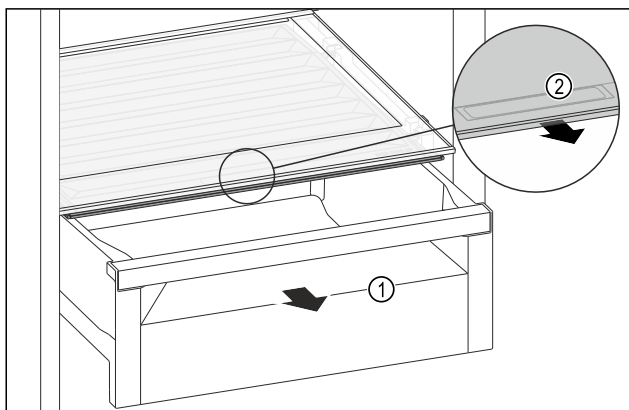

Fig. 206
- Trekk ut skuffen Fig. 206 (1).
- Ta tak i det innfelte grepet Fig. 206 (2) på lokket, og trekk samtidig lokket forover.